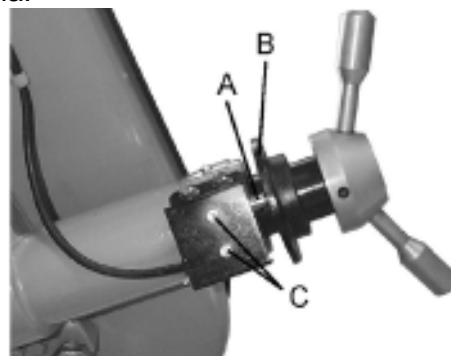

Рис. 19
- Ослабьте два установочных болта (С, Рис. 19), чтобы ослабить концевой выключатель обрыва полотна.
- Переместите концевой выключатель к площадке (В, Рис. 19) и убедитесь, что ролик концевого выключателя (А, Рис. 19) расположен близко к площадке.